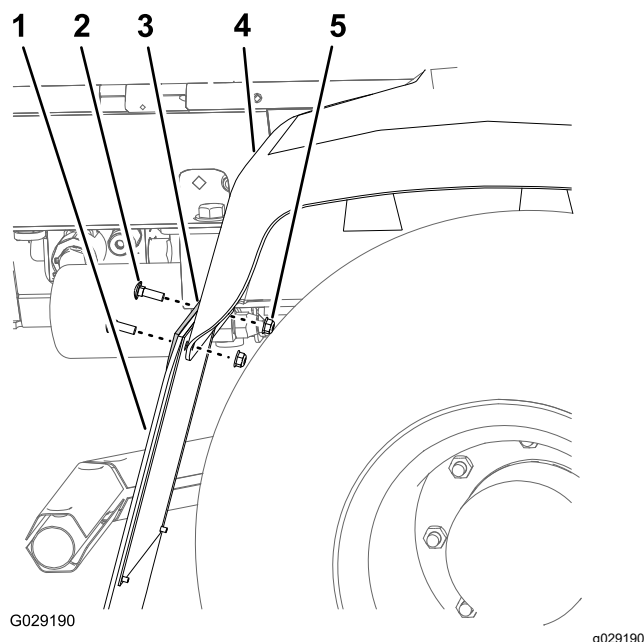

Рисунок 5
2. Выверните 2 каретных болта и 2 фланцевые контргайки, которые крепят брызговик к заднему креплению крыла и к правому заднему крылу (Рисунок 5).